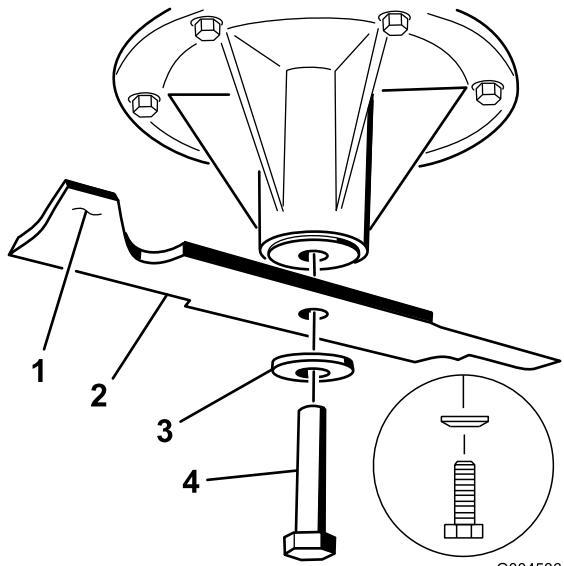

Figure 80
1. Placez la lame sur l'axe (Figure 80).
2. Mettez en place la rondelle élastique et le boulon de la lame (Figure 80).
Remarque: Le cône de la rondelle élastique doit être dirigé vers la tête du boulon (Figure 80).